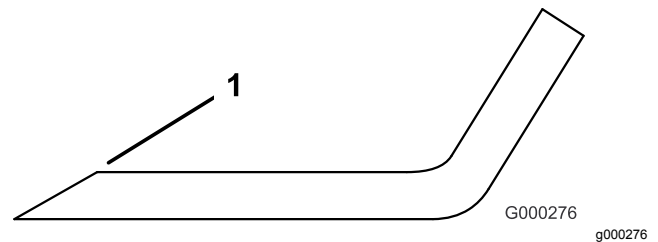

Bild 114
- Untersuchen Sie die Schnittkanten aller Messer. Schärfen Sie alle stumpfen und ausgekerbten Schnittkanten. Schärfen Sie nur die Oberseite der Schnittkanten und behalten dabei den ursprünglichen Schnittwinkel bei, um die Schärfe des Messers zu gewährleisten (Bild 114). Das Schnittmesser behält seine Auswuchtung bei, wenn von beiden Schnittkanten die gleiche Materialmenge entfernt wird.